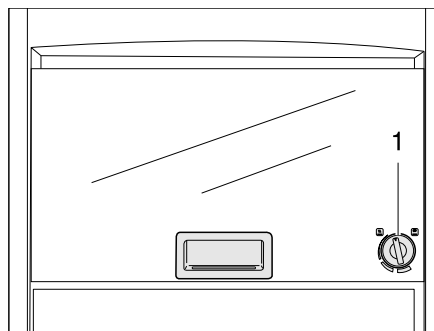

Bild 313 Gasbackofen (Dometic)
- Den Drehregler (Bild 313,1) leicht drücken und nach links auf eine beliebige Position drehen.
- Den Drehregler (Bild 313,1) auf "O" drehen. Die Flamme erlischt.